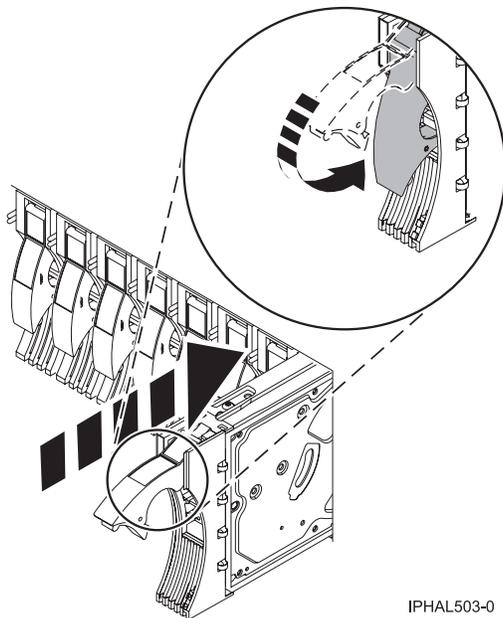

Figura 36. Instalación de una unidad de disco en un modelo o 7311-D20
10. Deslice la unidad de disco hasta el fondo de la unidad del sistema o de expansión y después fjela en su sitio empujando hacia dentro el asa de la unidad de disco, como se ve en la Figura 36 en la página 54.